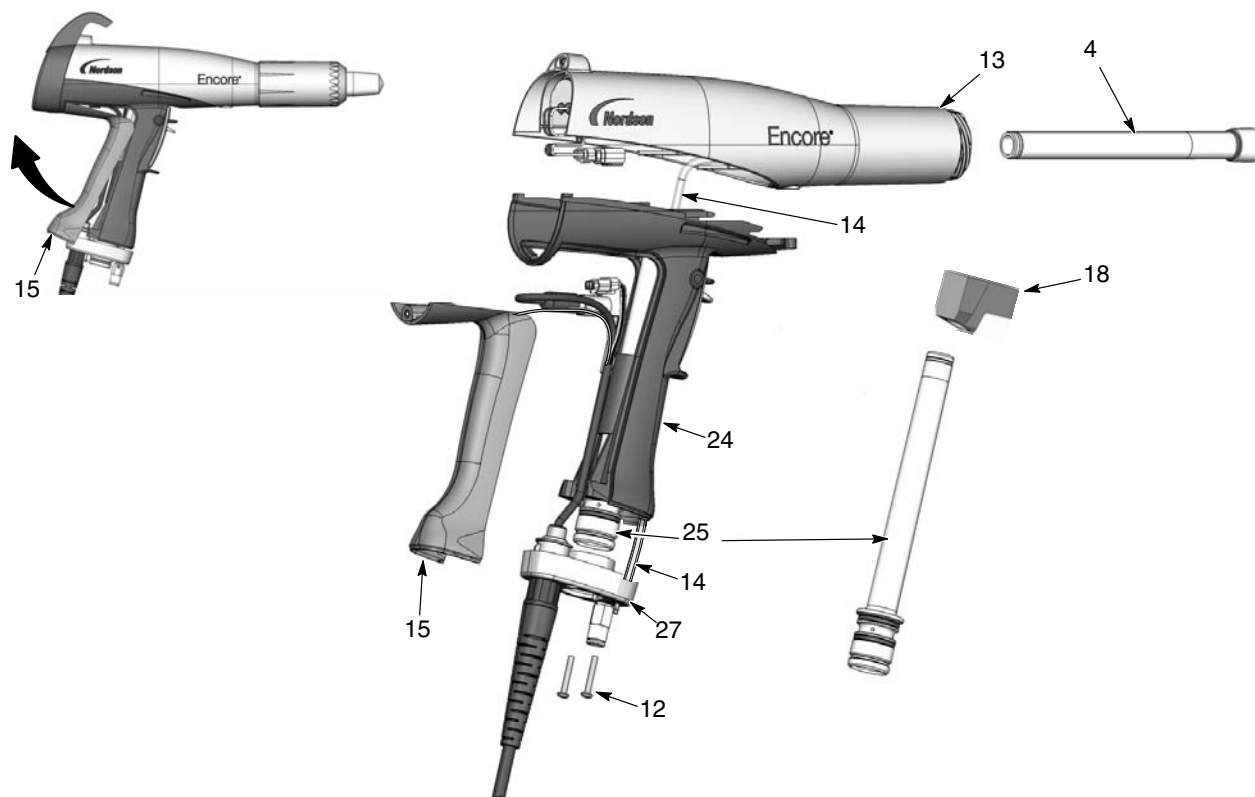

Figura 6-4 Sostituzione del percorso polvere
1. Vedi figura 6-4. Rimuovere il gomito (18) dal tubo d'ingresso (25).
2. Rimuovere le due viti M3 x 20 (12) dalla base dell'impugnatura (27). Staccare la base dall'impugnatura, alzare il fondo della piattina di messa a terra (15) e allontanarlo dall'impugnatura, quindi rimuoverlo. Lasciare il filo di terra collegato alla piattina di messa a terra.
3. Spingere il tubo d'ingresso (25) verso l'alto e poi fuori dalla base, quindi allontanare la base e tirare il tubo d'ingresso fuori dall'impugnatura.
4. Spingere fuori il tubo di uscita (4) sul davanti del corpo della pistola (13).
1. Vedi figura 6-4. Installare il tubo di uscita (4) nel corpo pistola (13), tenendo l'estremità del tubo a filo con l'estremità della pistola.
2. Installare il tubo d'ingresso (25) nell'impugnatura (24), poi installare l'estremità del tubo nella base dell'impugnatura (27).
3. Spingere la base dell'impugnatura vicino all'impugnatura, poi agganciare l'estremità superiore della piattina di messa a terra (15) dentro il corpo e ruotarla sull'impugnatura. Durante il riassetto assicurarsi che i fili del cavo non siano schiacciati o intrappolati.
4. Installare la base dell'impugnatura sulla piattina di messa a terra e fissarla con le due viti M3 x 20 (12).